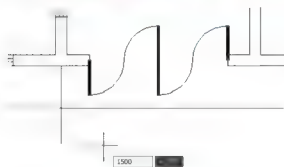

图 2.101 光标向下拖动并输入“1500”
⑤ 在指定下一个点或[圆弧(A)/半宽(H)/长度(L)/放弃(U)/宽度(W)],提示下,将光标垂直向下拖动,输入“1500”后按 Enter 键,如图 2.101 所示。